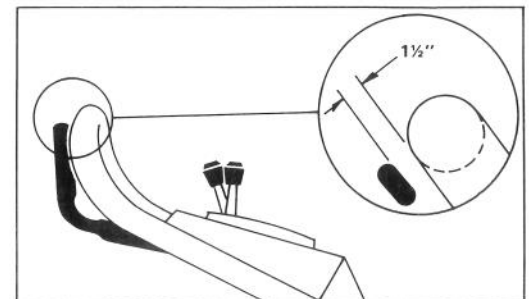

Bild 20
3. Antriebshebel anheben, bis leichter Widerstand spürbar ist. Der Antriebshebel sollte bei optimaler Justierung etwa 3,5 cm vom Griff entfernt sein (Bild 20).